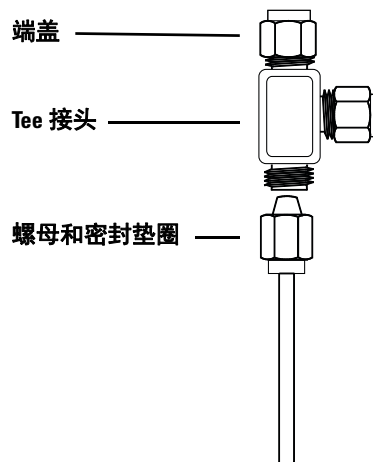

图 14 Swagelok Tee
- 1 在要安装 Tee 的位置切割管线。使用 Swagelok（接头套管）接头连接管线和 Tee。请参见图 14。